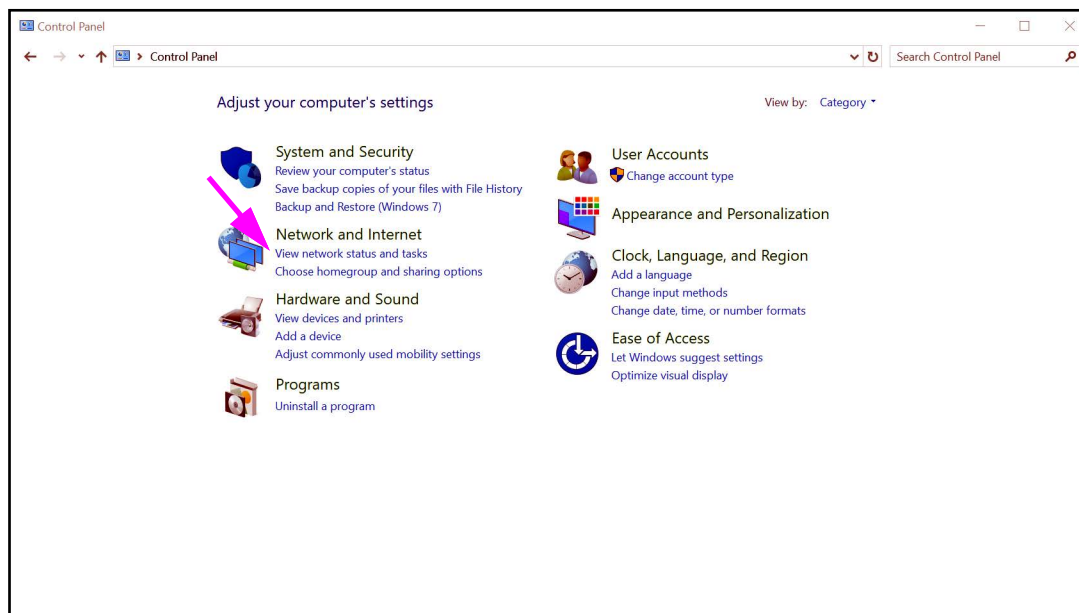

Figure 2-44. Fenêtre All Control Panel Items (Tous les Panneaux de configuration) – Vue Category (Catégorie)
3. Sélectionner **Control Panel (Panneau de configuration)**. Si la vue est réglée sur **Category (Catégorie)**, l'écran s'affiche comme dans la Figure 2-44.